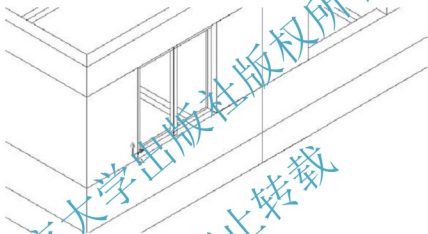

图 6.21 绘制中间窗框 (消隐后图形)
- (1) 启动【多段线】命令。
- (2) 在指定起点: 提示下, 捕捉已绘制的上边框的中点作为多段线的起点。
- (3) 在指定下一个点或 [圆弧(A)/半宽(H)/长度(L)/放弃(U)/宽度(W)]: 提示下, 输入“W”后按 Enter 键。
- (4) 在指定起点宽度<0.0000>: 提示下, 输入“80”后按 Enter 键。
- (5) 在指定端点宽度<80.0000>: 提示下, 按 Enter 键执行尖括号内的默认值“80.0000”。
- (6) 在指定下一点或 [圆弧(A)/闭合(C)/半宽(H)/长度(L)/放弃(U)/宽度(W)]: 提示下, 捕捉已绘制的下边框的中点作为多段线的终点, 然后按 Enter 键结束命令, 结果如图 6.21 所示。
将当前层切换为【玻璃】图层, 并打开图 6.21 所示的图形文件。